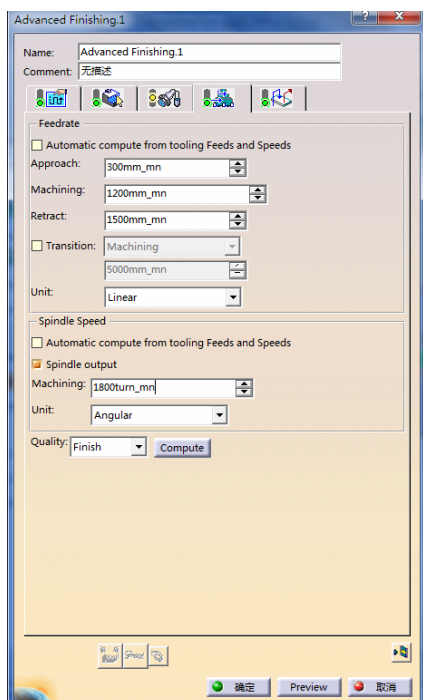

图 3-126 进给率参数选项卡 (6)
4) 定义进给率。单击“Advanced Finishing.1”对话框中的，切换到进给率参数选项卡 (6)，如图 3-126 所示。